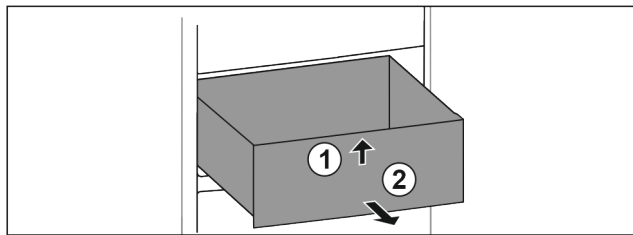

Fig. 138
- Ανασηκώστε εμπρός το συρτάρι. Fig. 138 (1)
- Αφαιρέστε το συρτάρι προς τα εμπρός. Fig. 138 (2)